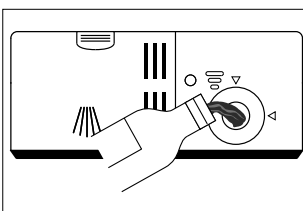

Fig. 10
- ▶ Añada el abrillantador hasta la marca «MAX» (véase **fig. 10**). Procure que el depósito no rebose.